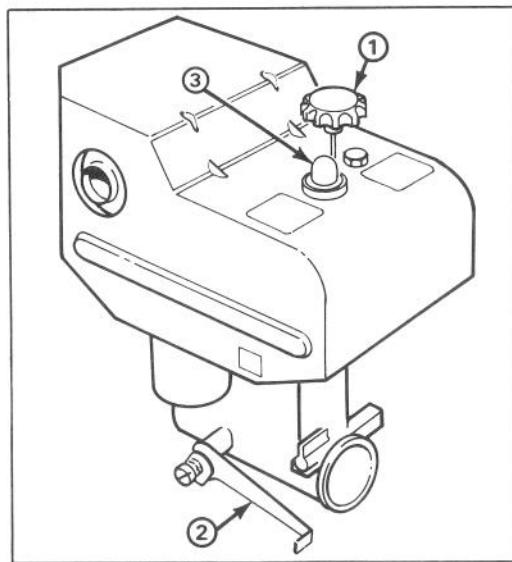

Abbildung 10
**Drossel** (Abb. 10)—Ziehen der Drossel nach oben erhöht die Motordrehzahl.
**Choke** (Abb. 10)—Der Choke befindet sich an der linken Seite des Motors. Zum Starten des kalten Motors den Choke nach unten auf VOLL schieben, und bei zunehmender Erwärmung den Choke wieder langsam auf AUS bringen.
**Tupfer** (Abb. 10)—Als Kaltstarthilfe den Tupfer drücken, damit eine kleine Menge Benzin in den Motor eingespritzt wird.
3. Den Choke ganz aufdrehen (Abb. 10).
5. Den Tupfer (Abb. 10) fünfmal drücken.
7. Nachdem der Motor angesprungen ist, den Choke (Abb. 10) sofort in  $\frac{3}{4}$ -Stellung bringen. Bei zunehmender Erwärmung des Motors den Choke zunächst auf  $\frac{1}{2}$ , dann auf AUS stellen. Stottert der Motor, den Choke wieder auf  $\frac{1}{2}$